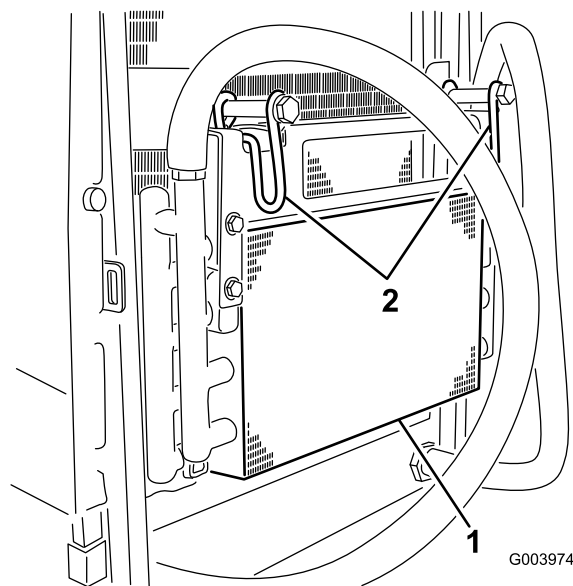

Figura 62
5. Articule os trincos para dentro para libertar o arrefecedor do óleo (Figura 62).